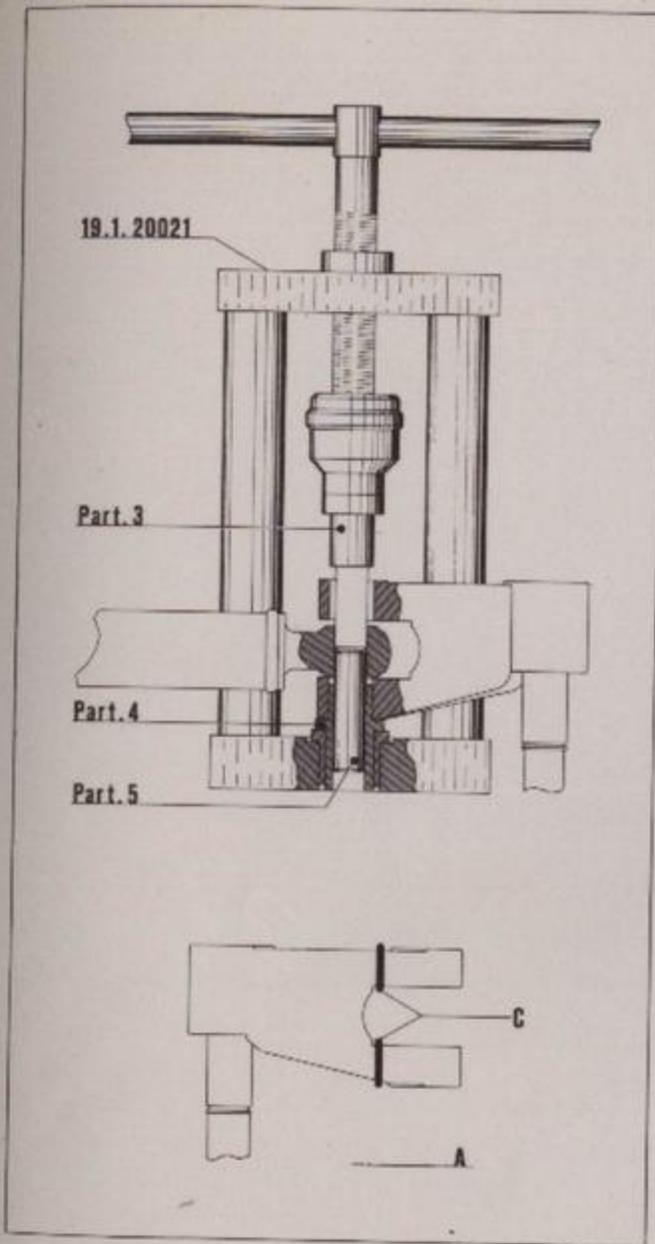

Fig. 20 R
Montaje del eje (Fig. 20 R)
- Quitar de la herramienta 19.1.20021, la pieza 5, de guía que ha sido expulsada parcialmente en la fase anterior del montaje del eje (Fig. 20 R), dejando instalado el particular 4. (Fig. 21 R).
- En este momento retirar las los piezas separadoras (part. 17, fig. 22 R) después de haber llenado completamente con grasa (1) el espacio comprendido entre los casquillos, el tubo de dirección y el buje oscilante, desplazar los anillos guarda-polvos hasta colocarlos en posición correcta (fig. 20 R, detalle A).